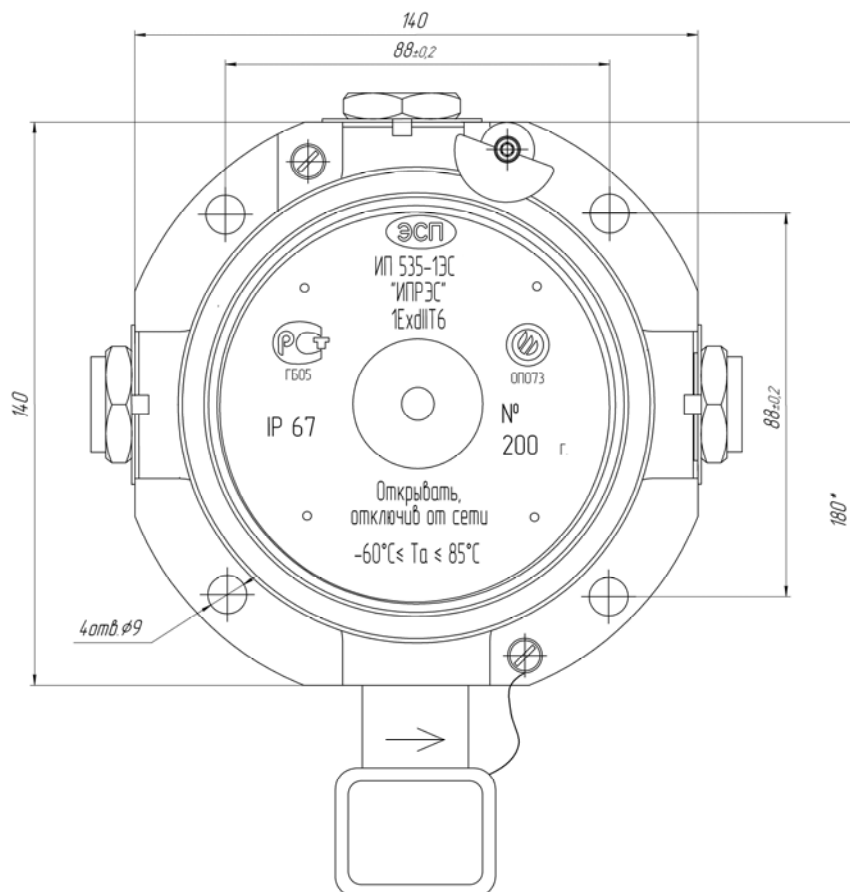

Рисунок 7.1.
6.2. Внешний вид извещателя представлен на рис. 7.1.
7.8. Разметку места установки извещателя производить в соответствии с Рис.7.1.